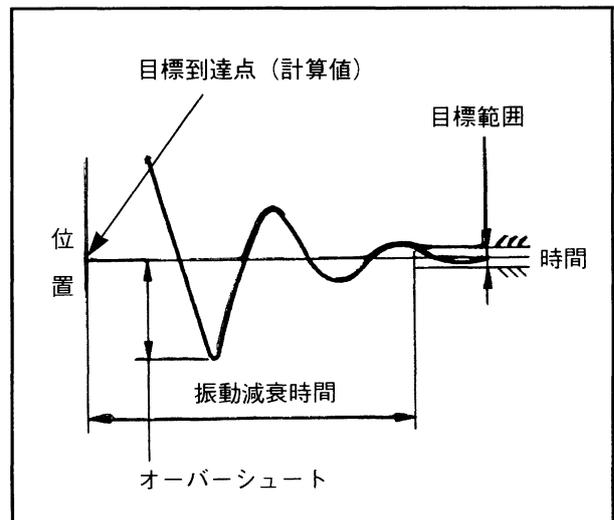

図1-11 振動減衰時間
②位置決め時間は、ロボットの動作開始から目標点に達するまでに要する時間を示します。
③ロボットを位置決め目標点に向かって動作させると目標到達点を越えたあと、図1-11のように振動が減衰し目標点に位置決めされます。この振動減衰時間はグラフに考慮されていません。